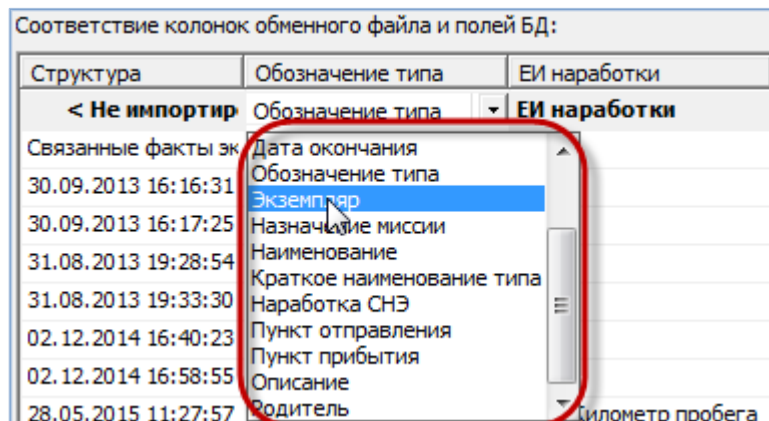

Рис. 25-53 – Установление вручную соответствия колонок в файле и полей БД
– В случае если соответствие между колонками в обменном файле и полями БД не удалось установить автоматически, задать его вручную. Для этого раскрыть список полей БД, нажав кнопку в правой части ячейки в строке «Поле БД», и выбрать нужное значение (рис. 25-53).